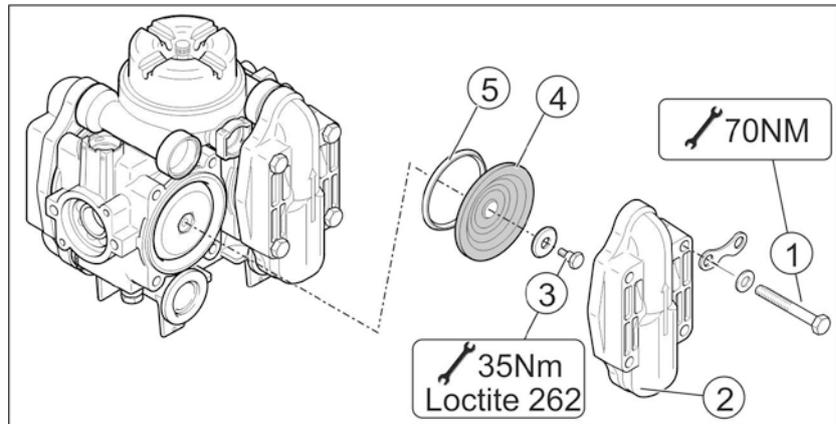

Fig. 194
- Desmontar, como mínimo, una vez al año la membrana de pistón (Fig. 194/8) para comprobar que se encuentra en buen estado.
- Prestar atención a la posición de montaje que ocupan las válvulas en el lado de aspiración y en el de presión, antes de extraer los grupos de válvulas (Fig. 194/5).
- Cambiar siempre todas las membranas de pistón (Fig. 194/8), aunque sólo una de ellas esté hinchada, rota o sea porosa.
2. Soltar las tuercas (Fig. 194/1, 2).
3. Retirar el canal de aspiración y el de presión (Fig. 194/3 y Fig. 194/4).
4. Extraer los grupos de válvulas (Fig. 194/5).
5. Retirar las tuercas (Fig. 194/6).
6. Retirar la culata (Fig. 194/7).
7. Comprobar la membrana de pistón (Fig. 194/8).
- Fijar la membrana de pistón (Fig. 194/8) con la arandela de retención y el tornillo (Fig. 194/11) en el pistón (Fig. 194/9), de modo que el borde quede mirando hacia el lado de la culata (Fig. 194/7).
- Es imprescindible apretar las tuercas (Fig. 194/1,2) en cruz y con el par de apriete indicado. Si los tornillos no se aprietan como es debido, se produce una deformación y, en consecuencia, una falta de estanqueidad.
1. Soltar el tornillo (Fig. 194/11) y retirar la membrana de pistón (Fig. 194/8) junta con la arandela de retención del pistón (Fig. 194/9).
3. Extraer el cilindro (Fig. 194/10) de la carcasa de la bomba.
6. Volver a colocar el cilindro (Fig. 194/10) en la carcasa de la bomba.
7. Montar la membrana de pistón (Fig. 194/8).
8. Embridar la culata (Fig. 194/7) en la carcasa de la bomba y apretar los tornillos (Fig. 194/6) en cruz y uniformemente.
9. Montar los grupos de válvulas (Fig. 194/5), tras haber concluido la comprobación y la limpieza.
11. Embridar el canal de aspiración (Fig. 194/3) y el de presión (Fig. 194/4) en la carcasa de la bomba.
12. Apretar las tuercas (Fig. 194/1,2) en cruz y con un par de apriete de **25 Nm (BP 160-185) / 20 Nm (AR 250-280)**.